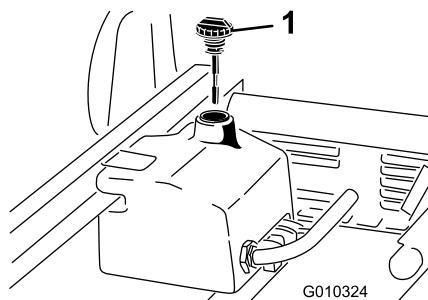

Figure 20
1. Nettoyez la surface autour du goulot et du bouchon de remplissage du réservoir hydraulique (Figure 20).
3. Sortez la jauge (Figure 20) du goulot de remplissage et essuyez-la sur un chiffon propre.